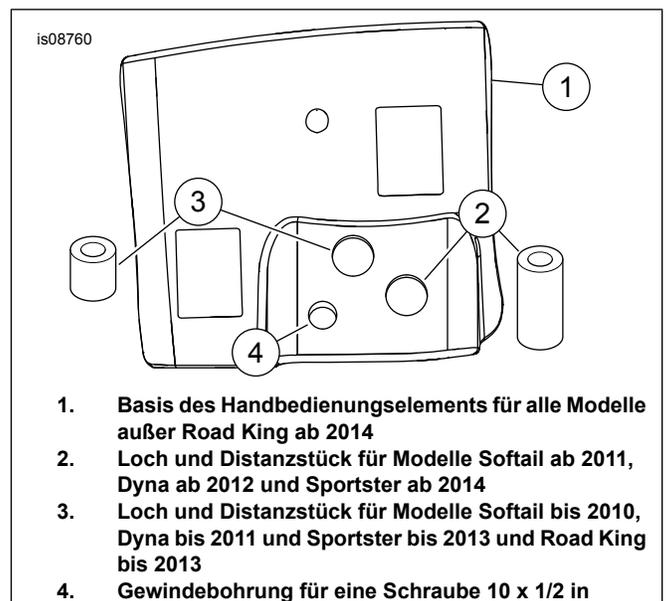

Abbildung 3. Basis des Handbedienungselements und Distanzstücke
4. Siehe Abbildung 3. Vorher gewähltes Distanzstück mit dem korrekten Loch (2 oder 3) ausrichten.